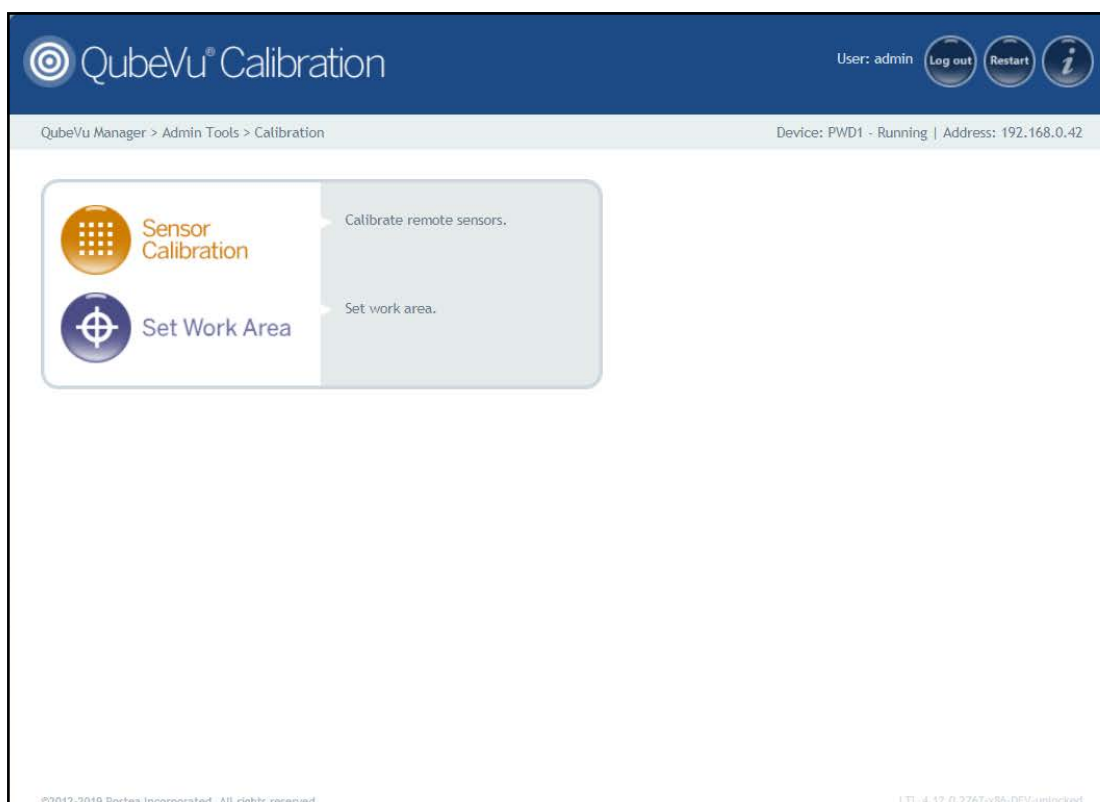

Figura 5-1. Menú de calibración
1. Pulse  **Sensor Calibration** en el menú **Calibration** (Figura 5-1 en la página 27) para entrar en el menú **Remote Sensors**.
1. Pulse  **Set Work Area** en el menú **Calibration** (Figura 5-1 en la página 27) para entrar en el menú **Set Work Area**.